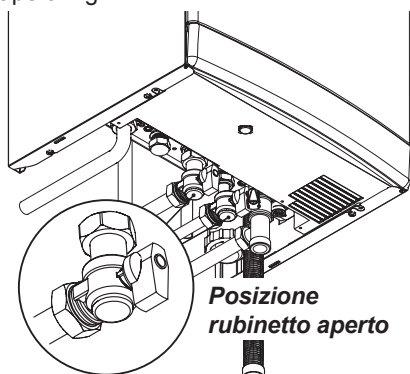

Fig. 2.1
- I rubinetti della caldaia devono essere aperti Fig. 2.1.